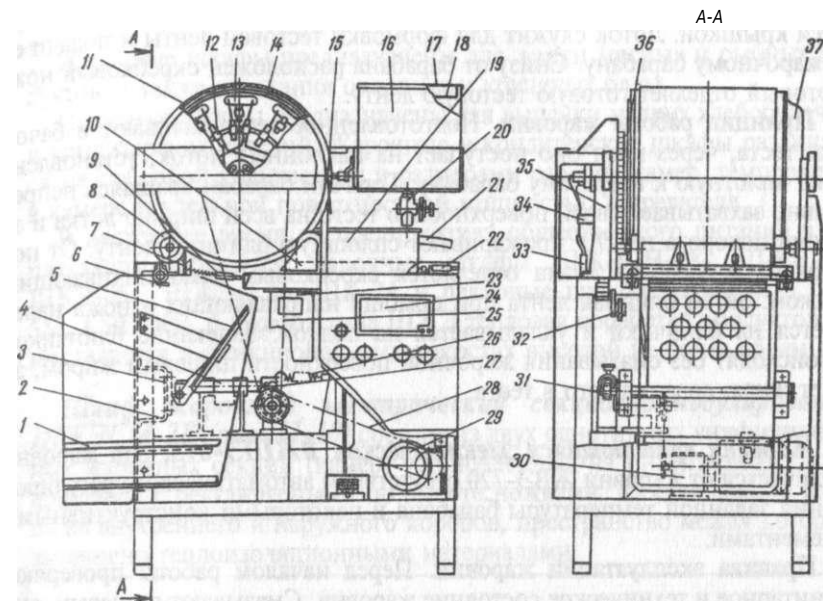

Рис. 11-9. Жаровня вращающаяся электрическая ЖВЭ-720:
**Жаровня вращающаяся электрическая ЖВЭ-720 (рис. 11-9)** предназначена для выпечки блинчиков-полуфабрикатов прямоугольной формы на предприятиях общественного питания.